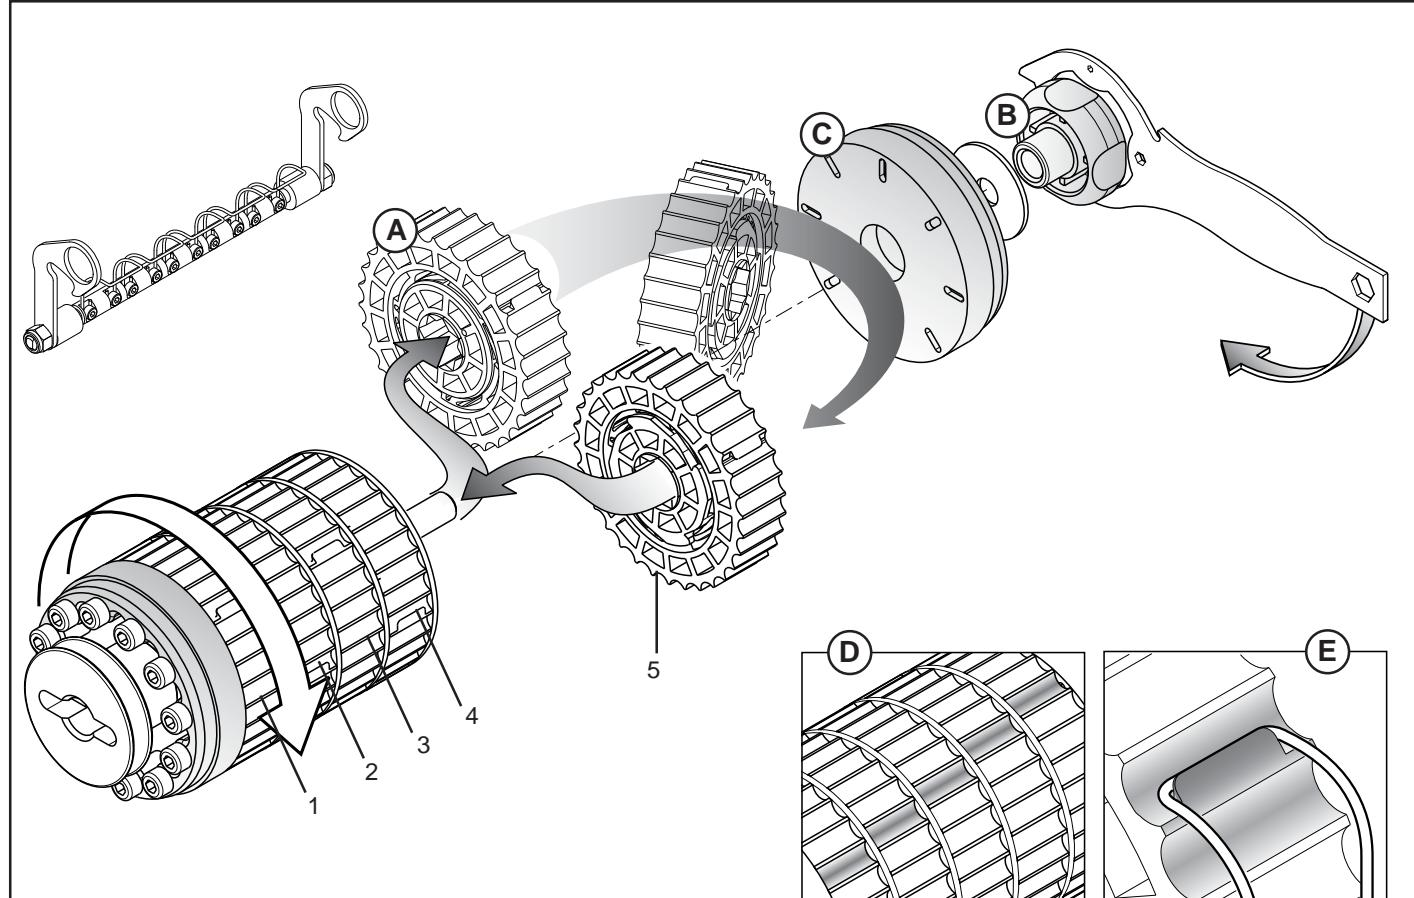

fig. 35
Dit d'abord que chaque secteur (A, Fig. 35) il distribue le 20% de produit de l'entier roulement distributif, est possible augmenter les secteurs en travail et réduire la vitesse de rotation de la boîte de vitesse, en obtenant une distribution homogène.
Après avoir démonté le roulement de dosage de l'équipement, utiliser la clé en dotation pour dévisser la pommette (B, Fig. 35) et enlever l'embout de blocage (C). Ôter le secteur ou les secteurs à activer et monter renversés de 180° en **respectant les positions (1-2-3-4-5, Fig. 35)**.
Pour monter les secteurs, faire de façon que en conditions de travail ceux actifs présentent les gorges distributives ne soit pas alignée(D, Fig. 35), pour garantir continuité à la distribution.
Bloquer l'élément nettoyant dans la position de travail, en vérifiant que les ressorts crochète les respectifs secteurs exclus (E, Fig. 35) en bloquant la rotation et donc la distribution.